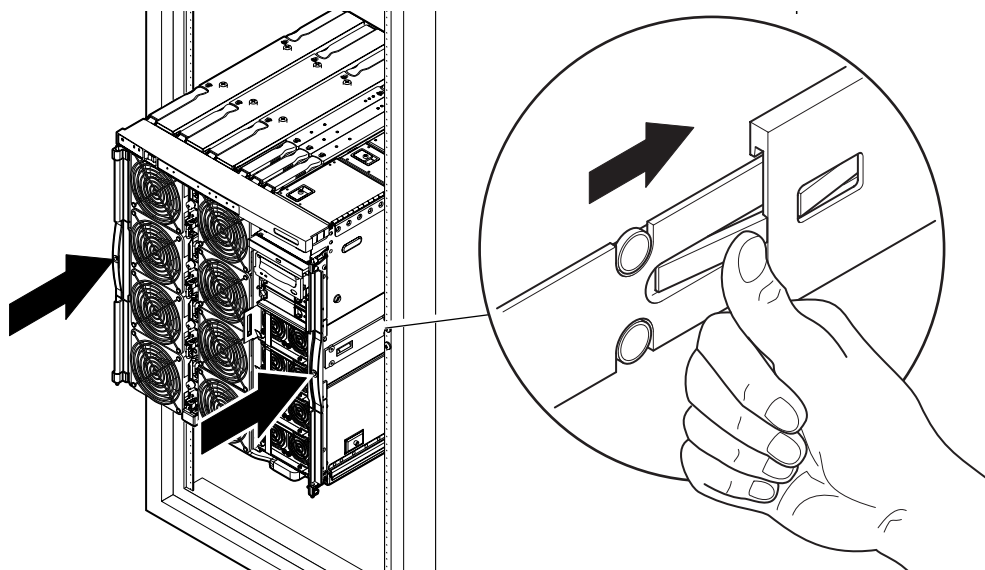

図 1-11 システムキャビネットへのシステムの押し込み
10. 各スライドの緑色のラッチを押して、システムをキャビネットの中へ押し込みます (図 1-11)。